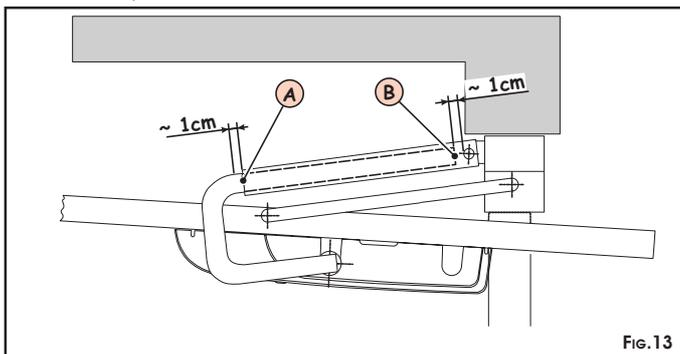

Fig.13
- **bras courbes ou coudés (fig. 13)**
Simuler le positionnement du bras télescopiques comme indiqué figure 13. Couper la gaine au point A et le bras au point B.